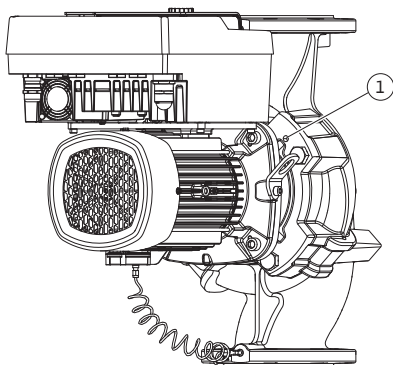

Fig. 12: Pressionar a unidade de impulsor motor através dos orifícios roscados
5. Afastar a unidade de impulsor motor (ver Fig. 4) do corpo da bomba. Existem duas abordagens diferentes dependendo do tipo de bomba (ver Fig. I – Fig. IV). Para o tipo de bomba (Fig. III e Fig. IV) desapertar os parafusos (pos. 29). Utilizar os dois orifícios roscados que se encontram ao lado (Fig. 12, pos. 1) e utilizar os parafusos adequados disponibilizados no local (por exemplo, M10 x 25 mm). Utilizar para o tipo de bomba (Fig. I e Fig. II) os dois orifícios roscados M10 (Fig. 109). Para tal, utilizar os dois orifícios roscados e parafusos adequados disponíveis no local (p. ex. M10 x 20 mm). Para pressionar também podem ser utilizadas as fendas (Fig. 109, pos. 2).